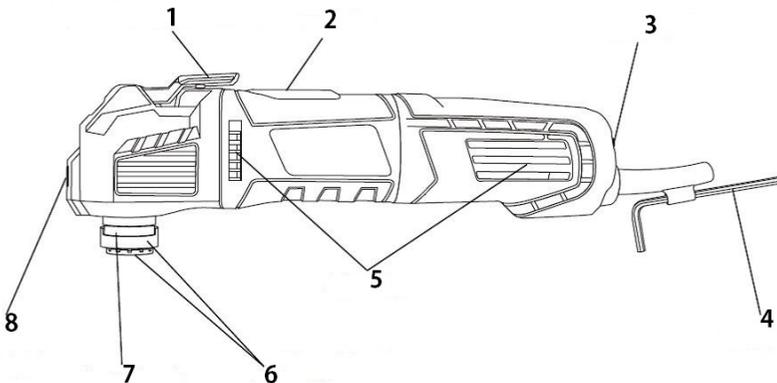

Рис. 1
ОПИСАНИЕ ИНСТРУМЕНТА (Рис.1)
- Поднимите рычаг механизма высвобождения оснастки (1, рис.1).
- Вставьте полотно с прорезью в зажим для ножей с прорезью (7, рис.1). Убедитесь, что пазы инструмента совпали со штифтами зажима.